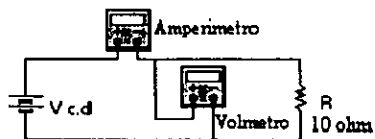

FIGURA 5
- e) Arme el dispositivo de la figura 5, y verifique la máxima potencia permitible en una resistencia.